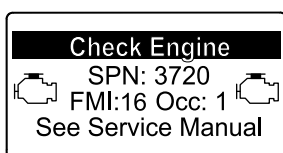

Рисунок 97
- Если сообщения об ошибках двигателя CHECK ENGINE SPN 3251 FMI 0, CHECK ENGINE SPN 3720 FMI 0 или CHECK ENGINE SPN 3720 FMI 16 появляются на дисплее инфо-центра (Рисунок 97), очистите сажевый фильтр, выполнив следующие действия: